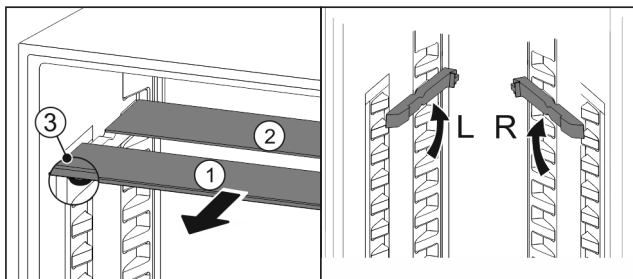

Fig. 105
- Издърпайте Fig. 105 (1) поотделно стъклените плочи напред.
- ▷ Стъклената плоча Fig. 105 (1) с декоративната лайстна е отпред.
- ▷ Ограничителите Fig. 105 (3) сочат надолу.